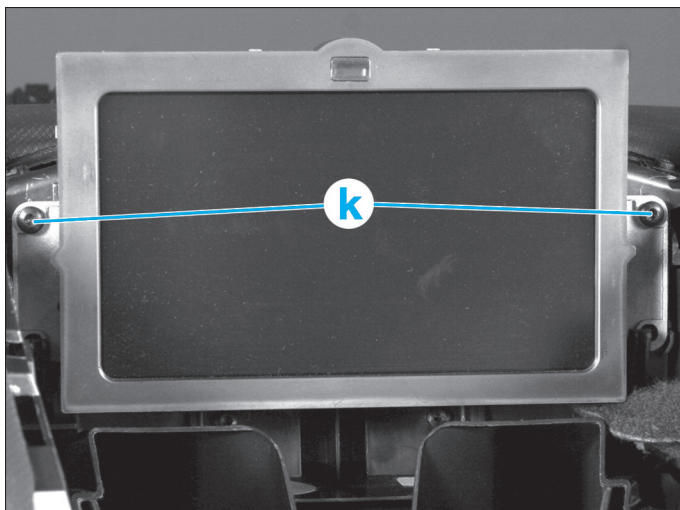

Fig. 45
- Dévisser les deux fixations (k) à empreinte Torx T10 (Fig.45).